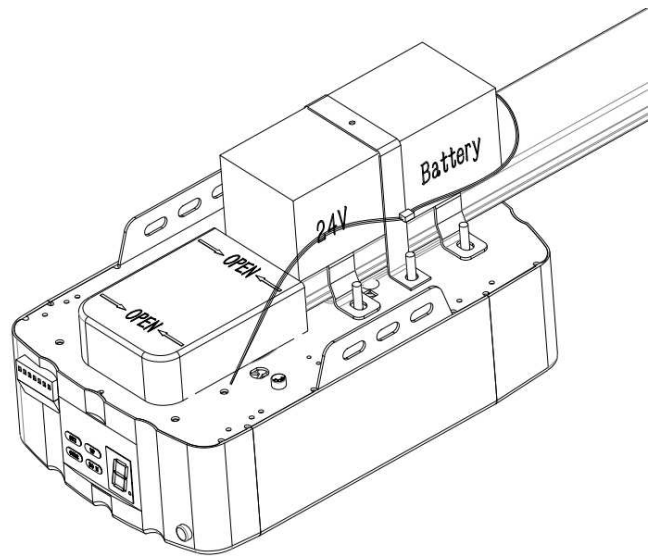

Bild 16
Schritt 2 (Bild16)
Befestigen Sie die Backup-Batterie wie in Bild 16 und schließen Sie das Kabel an.